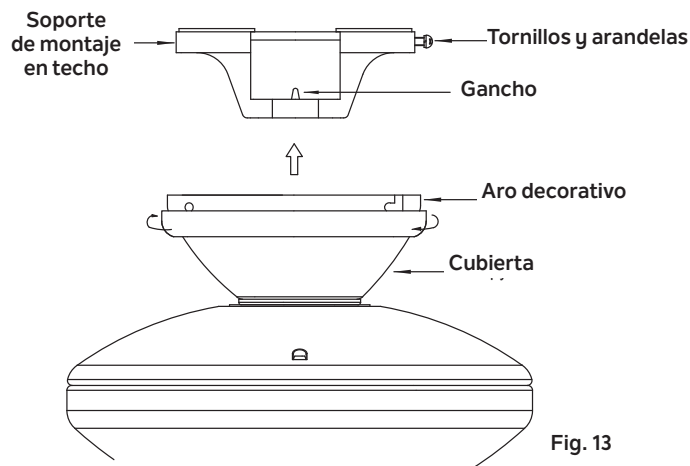

Fig. 13
Paso 3. Asegúrate de que los tornillos de montaje estén apretados. (Fig. 13)